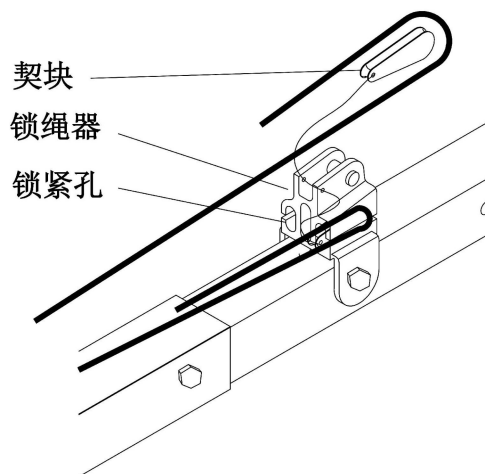

图 20：锁绳器安装
(5) 将锁绳器用螺栓安装在靠近中梁的后梁上。(见图 20)
(6) 将加强钢丝绳一端用销钉固定在导绳器上，绕过上支柱，穿过后梁上的小连接套，用自紧式楔开接头与索具螺旋扣连接，索具螺旋扣与锁绳器连接，扭转索具螺旋扣锁紧加强钢丝绳，使前梁端头上翘 3cm 左右。
(7) 检查上述各部件安装是否正确，特别是螺栓、销轴等安装是否正确、牢固。确认无误后，将悬挂装置放到工作位置，工作钢丝绳离开作业面 60cm 左右。两套悬挂装置内侧之间的距离应等于悬吊平台的长度，误差不大于 5cm。配重均匀放置在后支架底座上，并上紧防盗螺栓。先确认钢丝绳的直径与提升机的要求一致，将工作钢丝绳、安全钢丝绳从前梁端部导绳器上的滚轮开始缓慢放下。在吊篮的第二根钢丝绳放下前，须由专人在地面将前一根钢丝绳拉开，严禁两根钢丝绳在缠绕状态进行穿绳工作。
(见图 20: 双吊点吊篮提升机、安全锁等安装示意图)